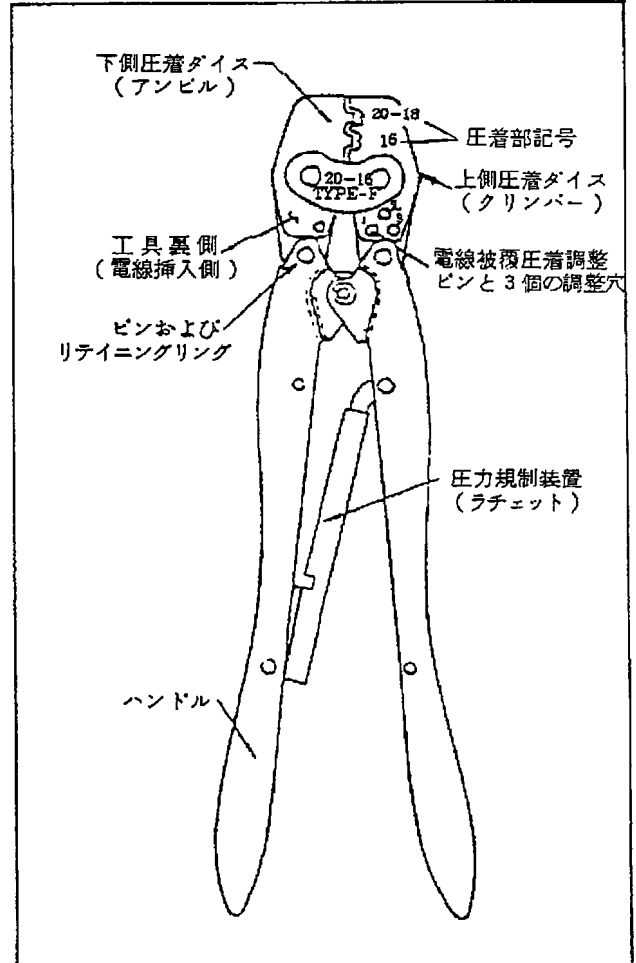

Fig. 1
- (a) この工具 (Fig. 1 参照) は、Fig. 2 に示す各種端子を撚線に圧着するのに使用されます。
- (c) 工具には、Fig. 1 に示す様に圧着部が 2箇所あり、20-18 16 の記号で指示されておりますが、これは使用端子に対する圧着箇所を示しております (Fig. 2 参照)。圧着箇所が違えば工具が損傷したり、圧着性能が低下しますのでご注意下さい。